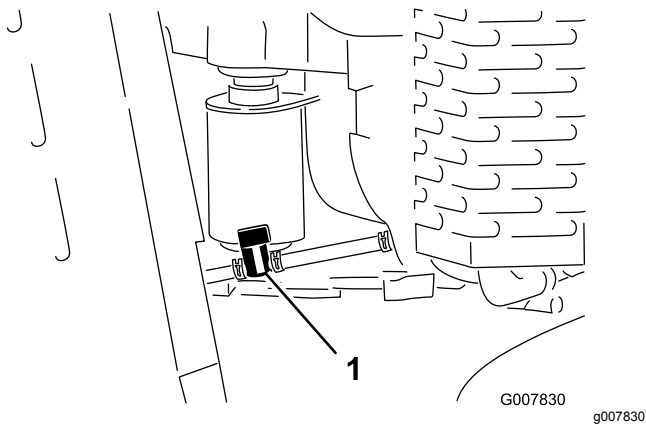

Figura 38
3. Gire la válvula de cierre del combustible a la posición de Cerrado (Figura 38).
4. Apriete los extremos de la abrazadera en el lado del motor de la válvula y deslícela por el tubo de combustible, alejándola de la válvula (Figura 38).
5. Retire el tubo de combustible de la válvula (Figura 38).
3. Gire la válvula de cierre del combustible a la posición de cerrado (Figura 38).
7. Gire la válvula de cierre del combustible a la posición de abierto (Figura 38).